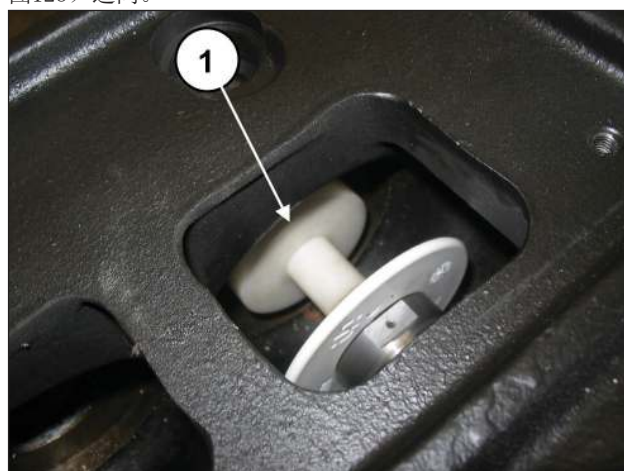

图123
将缓冲垫（代码27516600）插入活塞导承和活塞（①, 图123）之间。